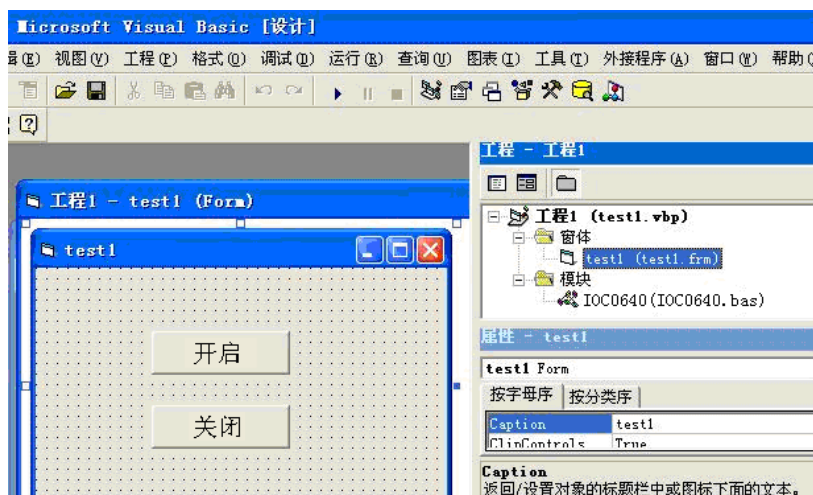

图6-4 添加模块IOC-0640/1280卡的IOC0640.bas
- (4) 工程保存在 E:\test1 目录下。
- (5) 在资料光盘相应目录下找到 IOC0640.bas 文件，拷贝到 test1 目录下。
- (6) 选择“工程”->“添加模块”->“现存”，找到 test1 目录下的 IOC0640.bas 文件，添加到工程中，如图 6-4 所示：